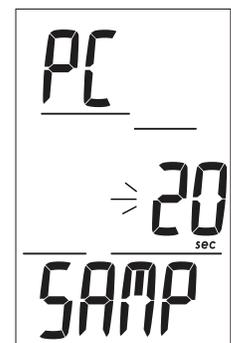

Fig. 35 - AJUSTE MUESTREO
Ajuste de frecuencia de muestreo (SR) - Ésta es la información mostrada (Fig. 35):